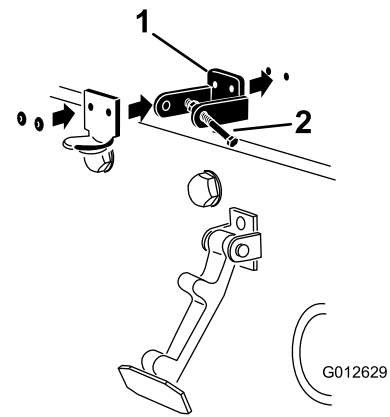

Bild 9
6. Nieten Sie die Halterungen und Scheiben an die Haube (Bild 9).
4. Fluchten Sie die Befestigungslöcher aus und positionieren Sie gleichzeitig die Halterung des CE-Riegels und des Motorhaubenriegels auf der Motorhaube (Bild 9).